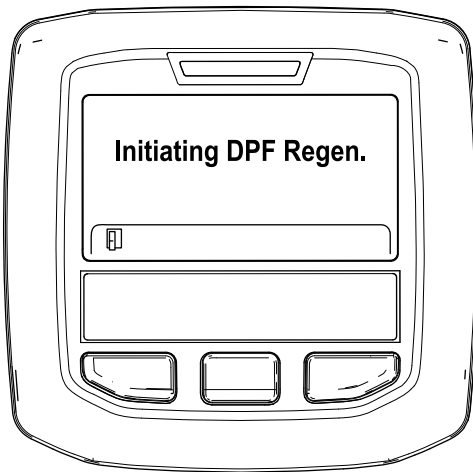

Figura 47
A. Se muestra el mensaje “Initiating DPF Regen.” (Iniciando regeneración de DPF) (Figura 47).